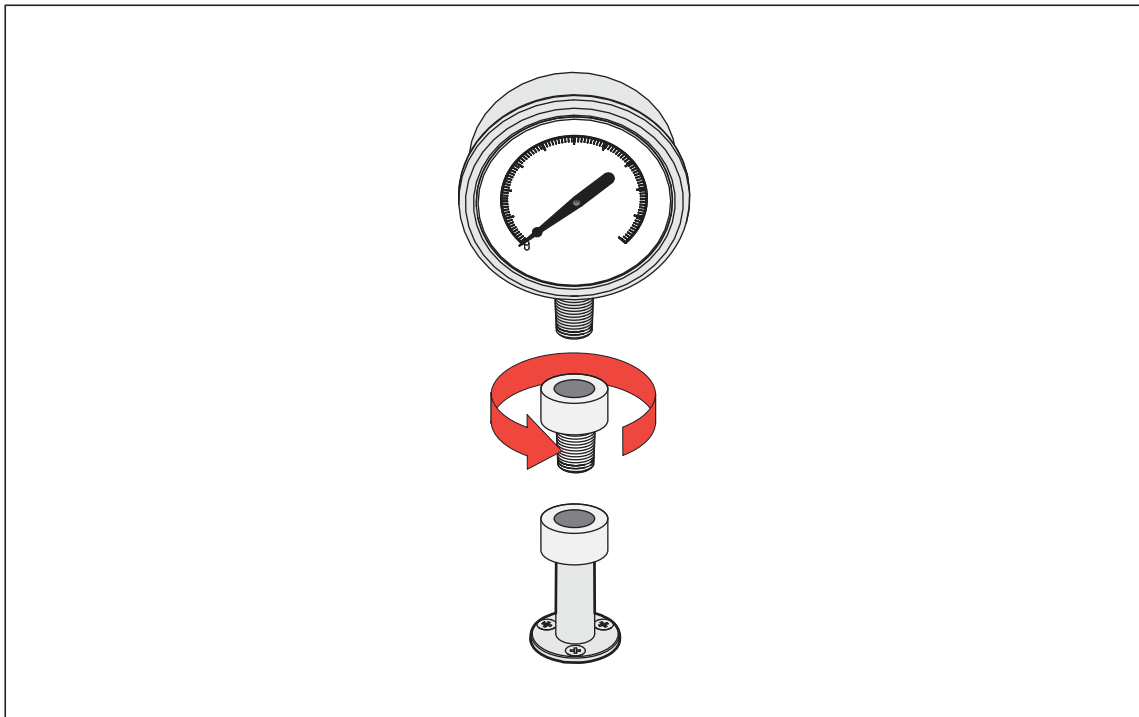

Figura 6 . Atornillado del adaptador de medición
1. Atornille el adaptador de medición adecuado completamente en la UUT, consulte la Figura 6.